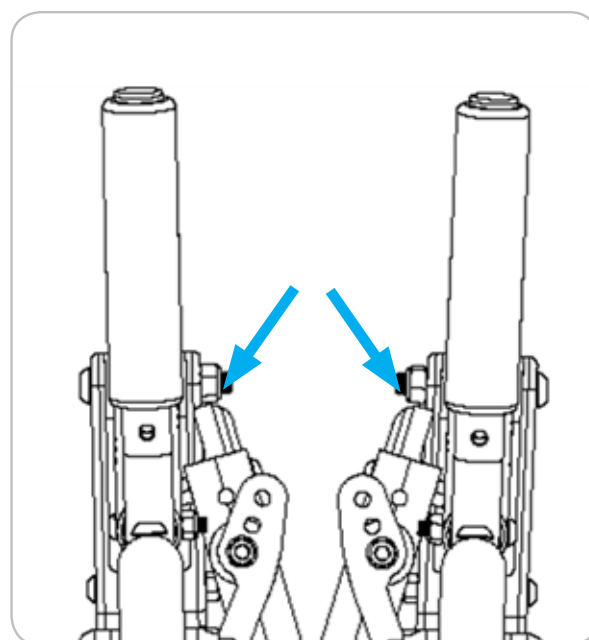

Figura 11
1. Spingere verso il basso e verso l'esterno in modo uniforme sulle staffe trasversali pieghevoli per stendere completamente il telaio. Cfr. Figura 11.